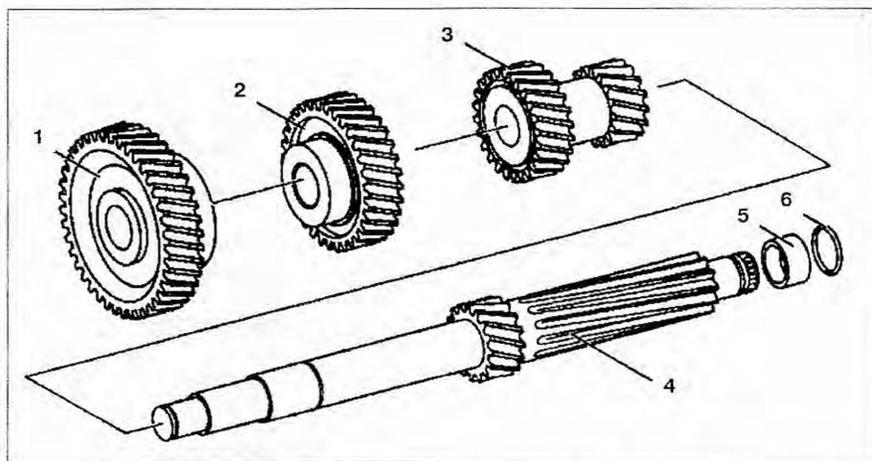

Рис. 4.68. Промежуточный вал:
3. Снимите шестерню 1 6-й передачи с промежуточного вала 4 с помощью прессы (рис. 4.68).